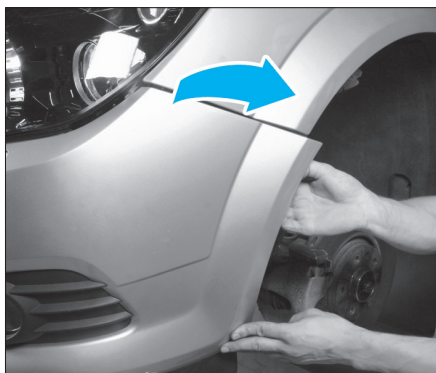

FIG. 9
- Décliper le bouclier des rails de fixation de chaque côté en les pivotant vers le haut (fig. 9).